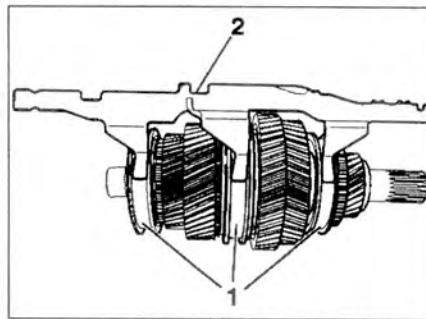

Рис. 5.54. Установите муфты 1 в нейтральное положение. Установите три вилки со штоками на муфты 1. Пазы 2 на штоках должны быть расположены на одной линии.
1. Установите муфты 1 в нейтральное положение. Установите три вилки со штоками на муфты 1. Пазы 2 на штоках должны быть расположены на одной линии (рис. 5.54).